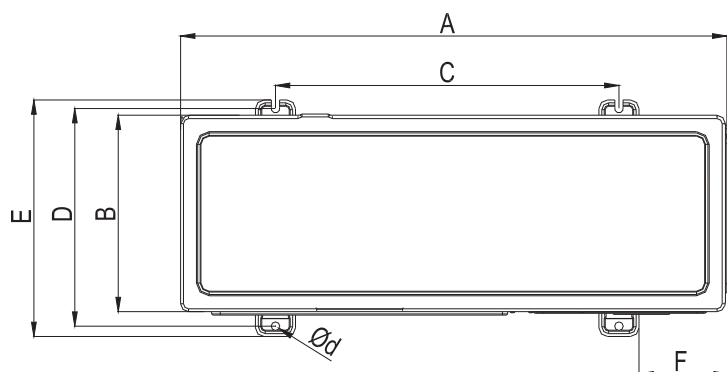

Fig.4.2 A posição dos parafusos de ancoragem
- (1) Utilize a arruela fornecida no acessório para apertar a máquina nos parafusos de fundação.
- (2) Ao apertar a unidade exterior com os parafusos de fundação, as posições dos furos de fixação estão mostradas na Fig.4.2.